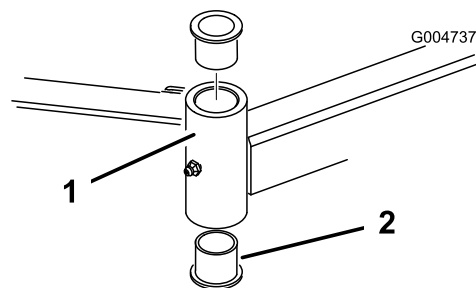

Figura 87
4. Introduza um punção para cavilhas na zona superior ou inferior do tubo de montagem e retire o casquilho para fora do tubo (Figura 87). Retire igualmente o outro casquilho do tubo. Limpe o interior dos tubos para remover a sujidade.